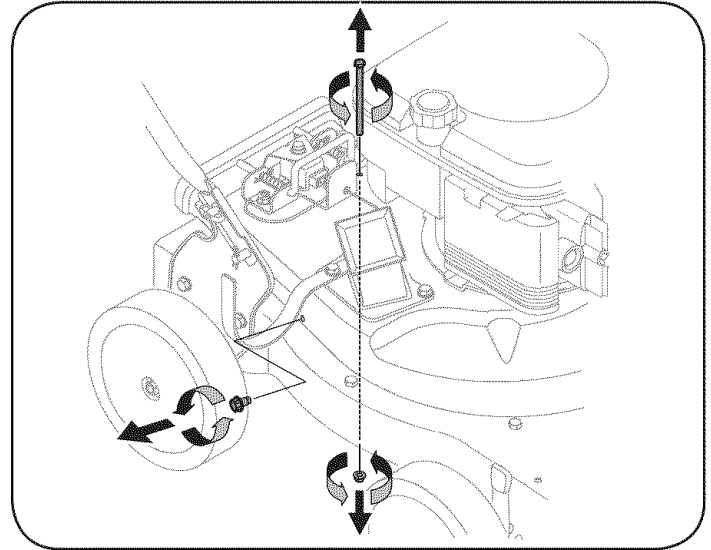

Figura 20
5. Saque el tornillo autosellante del lado derecho de la unidad que se une a la pantalla de desgranado. Puede ser necesario quitar la suspensión de soporte de manguera para conseguir el acceso al tornillo. Vea la figura 20.
6. Saque el tornillo de cabeza hexagonal de la parte superior de la caja posterior cerca del soporte de montaje, y la tuerca de seguridad de la brida que une la pantalla de desgranado. Vea la figura 20.